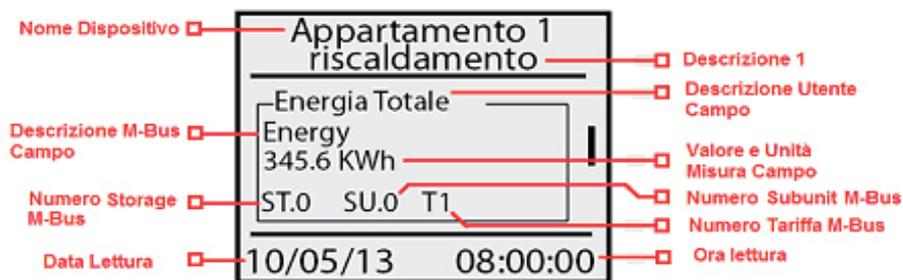

Figura 14 - Lettura dati da contatore
- **2-2:** premendo il tasto **OK** in corrispondenza di un contatore della lista si accede alla consultazione dei valori relativi all'ultima lettura effettuata (se presente). Il primo frame visualizzato, indicato in Figura 14, è comune a tutti i contatori trattandosi di un riepilogo delle informazioni principali del contatore come il valore del byte di stato M-bus, l'intervallo di lettura del contatore e il seriale completo. Il byte di stato M-bus, se diverso da zero, indica possibili anomalie del contatore. Nel caso in cui il contatore sia presente nel database